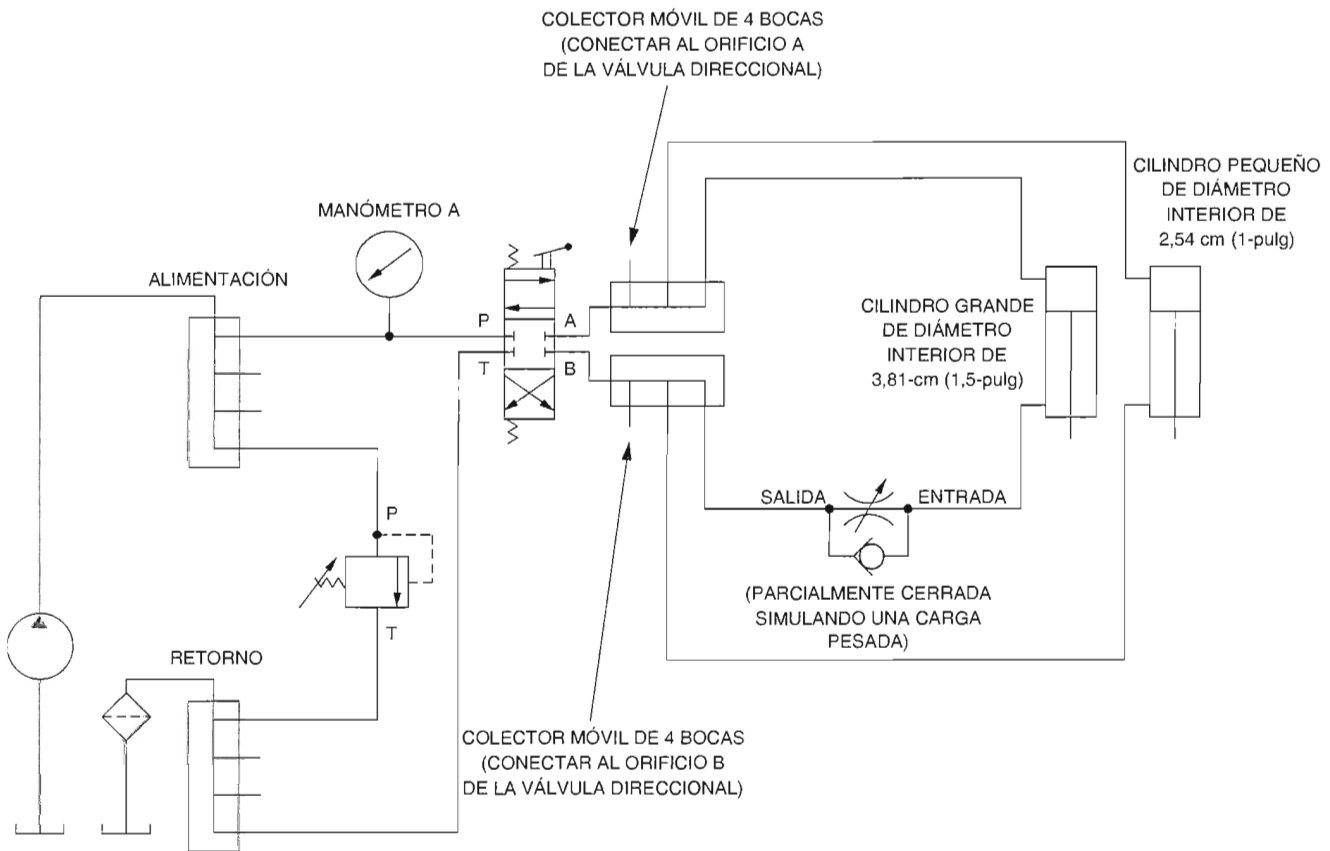

Figura 3-14. Cilindros en paralelo con carga pesada en el cilindro grande.
- 1. Conecte el circuito mostrado en la Figura 3-14.
- 2. Analice el circuito en la Figura 3-14. Los cilindros están en paralelo. La válvula de control de flujo no compensada trabaja como dispositivo de carga en el cilindro más grande solamente [diámetro interior de 3,81 cm (1,5 pulg)], de manera que los cilindros estén cargados en forma desigual. La válvula de control de flujo no compensada es parcialmente cerrada para simular una carga pesada en el cilindro grande.